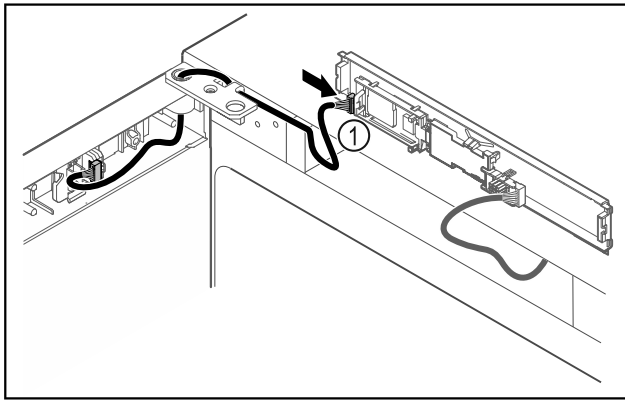

Fig. 35
- Συνδέστε το φισ Fig. 35 (1) στην πλακέτα.